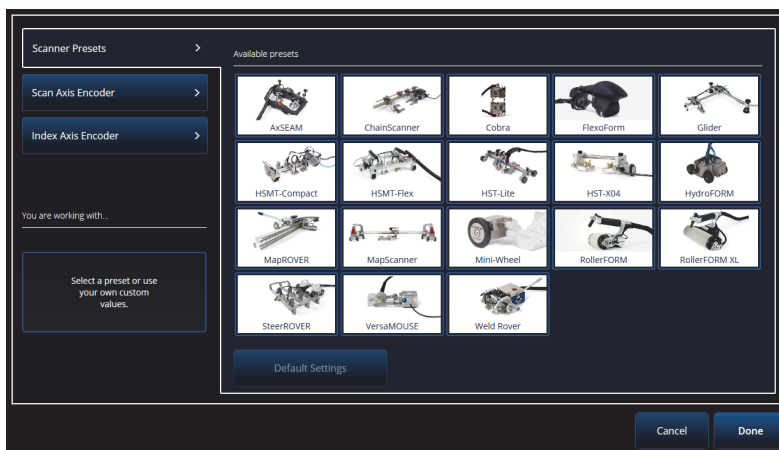

Figura 5-1 Elenco della selezione Scanner Presets
2. Selezionare **Scan > Inspection > Encoders** per accedere alla schermata di configurazione dell'encoder e definire i parametri dell'encoder in base alle proprie specifiche (Figura 5-1 a pagina 204). È possibile usare uno scanner predefinito o modificare i parametri per l'asse da questo menu.